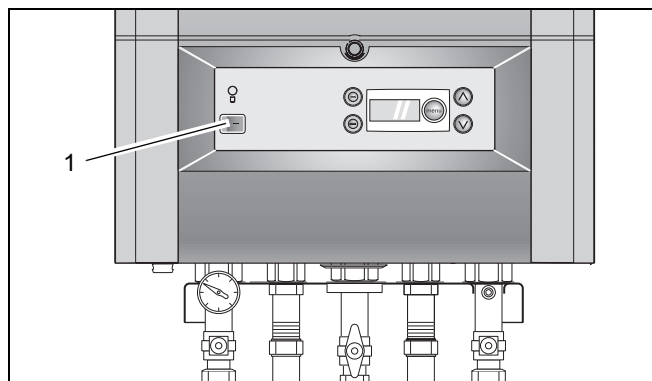

Fig. 1 DBA - interruttore di rete
- Mettere fuori esercizio l'apparecchio spostando l'interruttore di rete del DBA in posizione "0" (fig. 1, pos. 1).